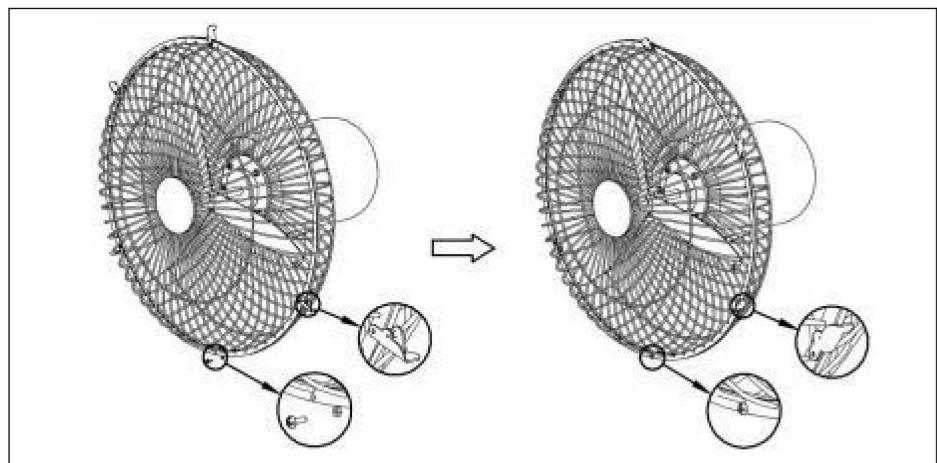

Fig.7.
3). Alinee los orificios para tornillos en la parte inferior de las rejillas delantera y trasera, luego fije los botones en la parte superior de la cubierta de la rejilla delantera a la cubierta de la rejilla trasera, ajuste todos los botones de la cubierta de la rejilla (2) y finalmente bloquee los tornillos de seguridad (18). Ver la (Fig.7.)